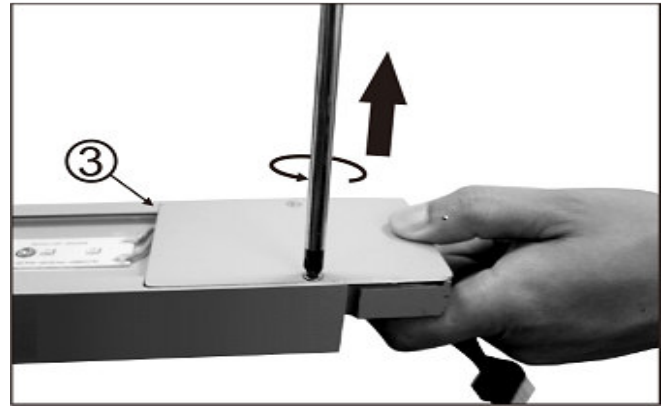

Abb. 4: Entfernen der Abdeckung
2. Die Abdeckung 3 entfernen (Abb. 4)